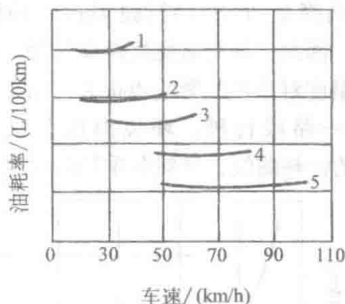

图 1-11 各档车速与油耗率的关系
(1) 尽可能有预见性地平稳驾驶轿车。根据道路及交通情况,预先计划好行车路线,尽可能减少加速和制动的次数。切勿盲目加速和制动,否则,会使燃油消耗率增加,加剧环境污染。
(2) 行驶时应尽可能挂入高档行驶,仅当发动机运转不平稳时方应挂入低档。如图1-11所示,5条曲线分别为轿车以1、2、3、4、5各档行驶时油耗率与车速的关系,显然低档行驶时的油耗大大高于高档行驶时的油耗。